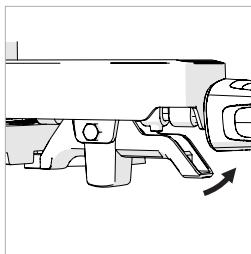

Rys. 42
- Należy poluzować śrubę blokującą ukos (**Rys. 42**), obracając ją w kierunku przeciwnym do ruchu wskazówek zegara.